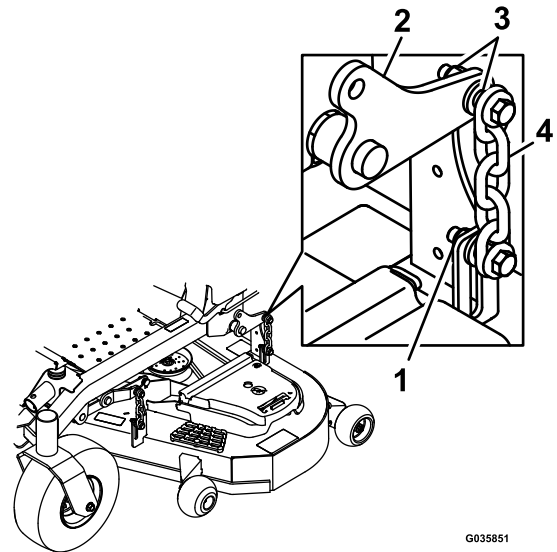

Figure 99
14. Desserrez les contre-écrous (Figure 99) aux quatre coins de sorte que le tablier repose solidement sur les 4 cales.